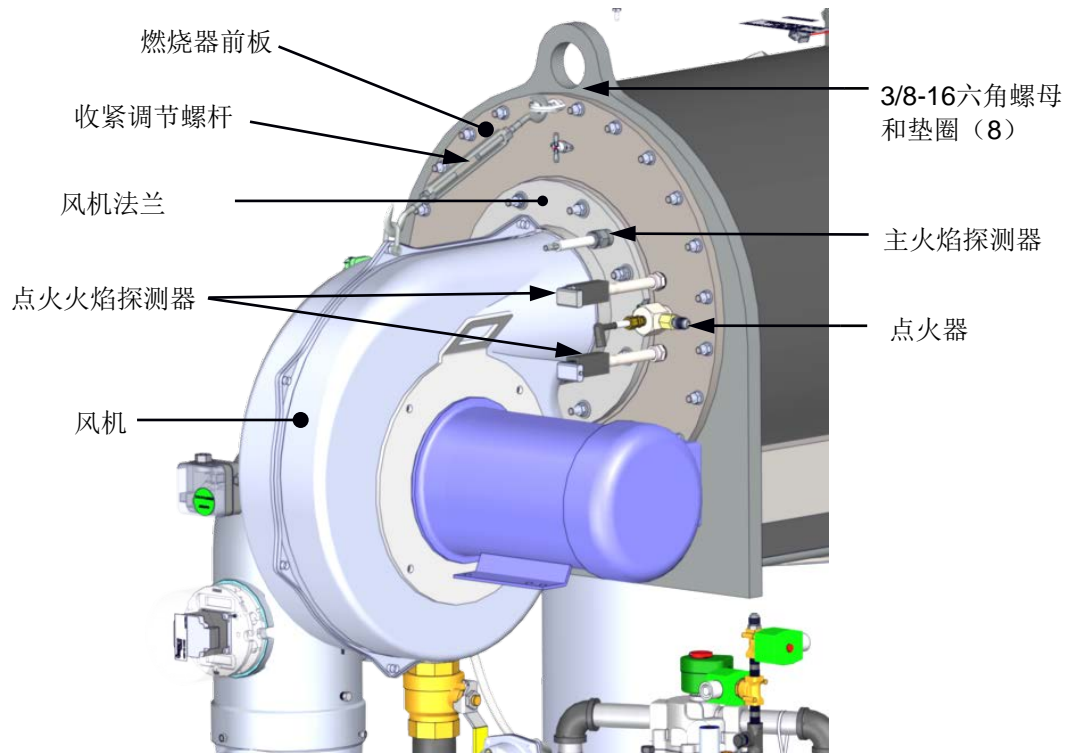
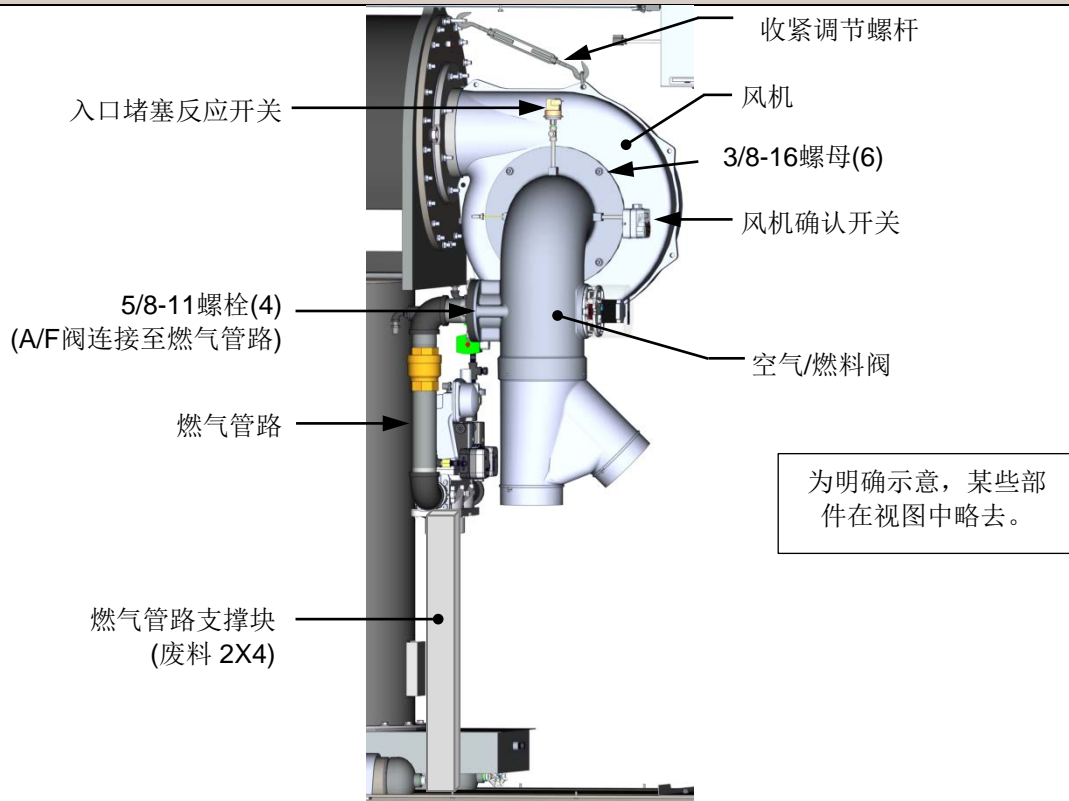

图4-5a: 燃烧器组件安装详情 - 右前视图
图4-5b: 燃烧器组件安装详情 - 左前视图
6. 从燃烧器板上取下点火传感器和观察孔（见下图 4-5a）。
11. 卸下风机支撑收紧调节螺杆（图 4-5a 或图 4-5b）。
14. 断开风机确认开关和入口堵塞反应开关的导线（图 4-5b）。
16. 在燃气管路下方放置一个采用适当材料制成的支撑块（如 2X4 长度的废料）（见图 4-5b），然后拆下将燃气管路连接至空气/燃料阀的 4 个 5/8-11 螺栓和垫圈。
18. 旋松并拆下风机法兰上的 8 个 3/8" 六角螺母和垫圈，它们将风机安装到燃烧器前板上（见图 4-5a）。